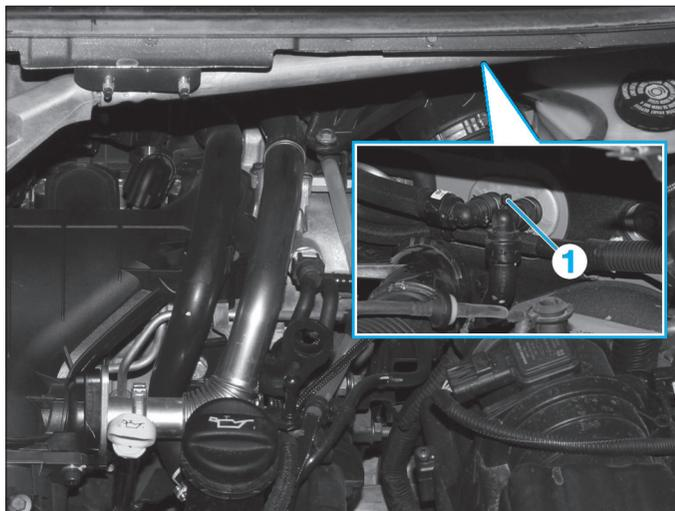

Fig. 17
- Ouvrir la vis de purge (1) de la durit de sortie d'échangeur de l'électrovanne EGR (Fig.17).